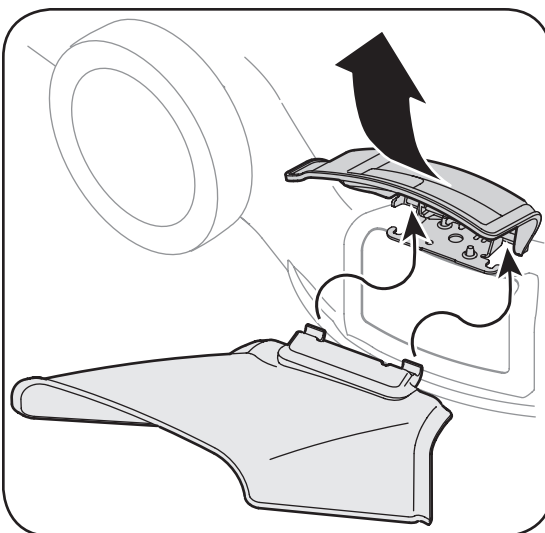

Figura 3-7: Instalación del canal de descarga lateral.
- b. Deslice los dos ganchos del canal de descarga lateral debajo del pasador en el montaje de la clavija para abono y baje la clavija para abono lateral, Figura 3-7. No extraiga la clavija para abono lateral en cualquier momento, aún cuando no esté abonando.